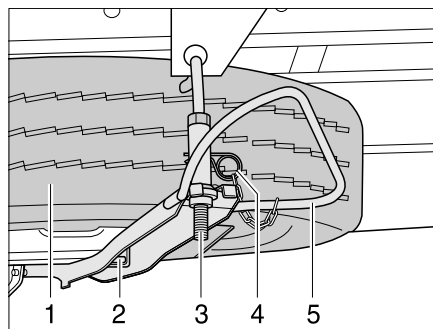

Bild 189 Ersatzrad-Halterung (Iveco)
- Splint (Bild 189,4) herausziehen.
- Bügel (Bild 189,5) gegen das Ersatzrad drücken und den Halter (Bild 189,3) aushängen.
- Mutter (Bild 189,2) lösen und Ersatzrad (Bild 189,1) entnehmen.